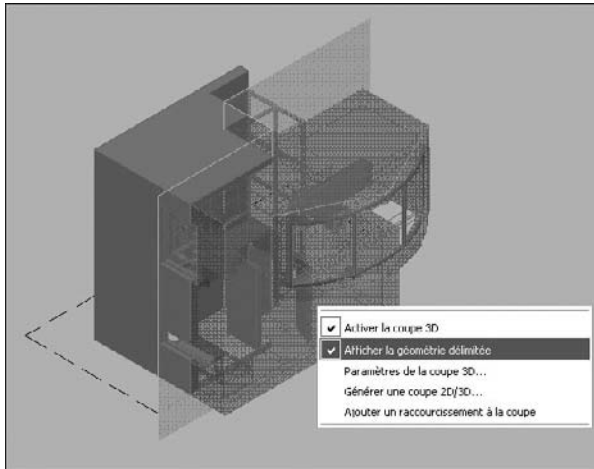

Fig.21.12
- 2 Effectuez un clic droit et sélectionnez l'option **Activer la coupe 3D** (Activate live sectioning) dans le menu contextuel. Il en résulte que la partie de l'objet située en dehors des limites n'est plus visible (fig.21.12).